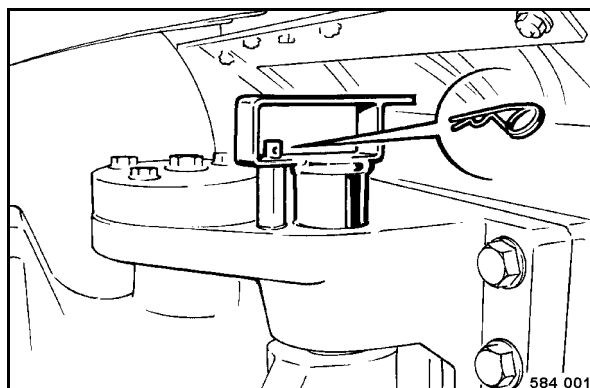

Fig. 120
- Après le transport, retirer à nouveau la sécurité d'articulation (Fig. 120), la fixer dans son support et la bloquer au moyen de l'agrafe.